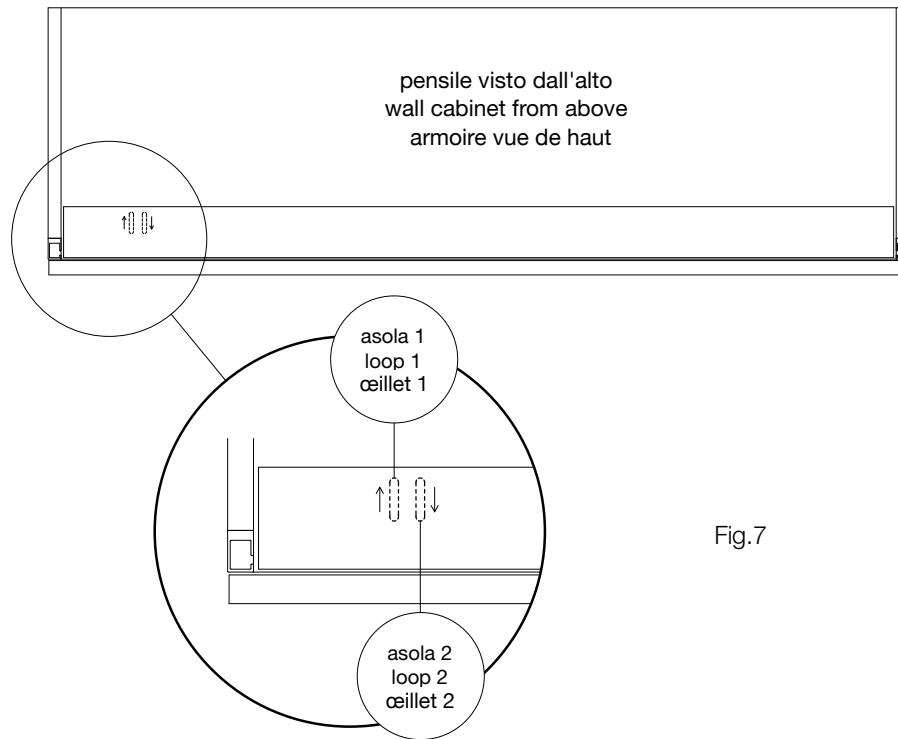

Fig.7
E' necessario ridurre la forza di compensazione ruotando di qualche giro in senso antiorario, con uno dei perni in dotazione, il sistema di regolazione posto all'interno del profilo base (A) in corrispondenza dell'asola (1) (fig.7).
E' necessario aumentare la forza di compensazione bloccando il sistema di regolazione posto in corrispondenza dell'asola (1) con un perno e contemporaneamente ruotando in senso orario il sistema di regolazione posto in corrispondenza dell'asola (2) con il secondo dei perni in dotazione (fig.7).
It is necessary to lower the strength of the compensation spring, turning the regulation system present inside the profile (A) of some turns in anti-clockwise direction, using the pivot furnished in the kit, through the loop /1/. (fig.7)
It is necessary to increase the strength of the compensation spring, locking the regulation system present in profile using one pivot in the loop /1/ and, at the same time, turning in clockwise direction the regulation system through loop /2/ with the second pivot furnished in the kit. (fig.7)
Vous devez diminuer la tension du ressort compensateur. Pour ce faire, tournez le régleur situé à l'intérieur du profilé (A) de quelques tours dans le sens inverse des aiguilles d'une montre, en passant par l'oeillet (1), à l'aide du pivot fourni dans la trousse . (fig. 7)
Vous devez augmenter la tension du ressort compensateur. Pour ce faire, verrouillez le régleur situé à l'intérieur du profilé en insérant un pivot dans l'oeillet (1) et, en même temps, en faisant tourner le régleur dans le sens des aiguilles d'une montre, en passant par l'oeillet (2), à l'aide de l'autre pivot fourni dans la trousse. (fig. 7)